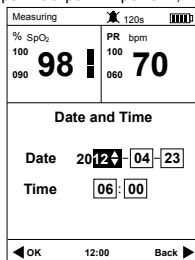

Рис.4-3
2)Нажмите на кнопку «Вниз», чтобы выбрать пункт «Дата и время», затем нажмите на кнопку «ОК», чтобы открыть экран настройки времени, как показано на Рис. 4-3.